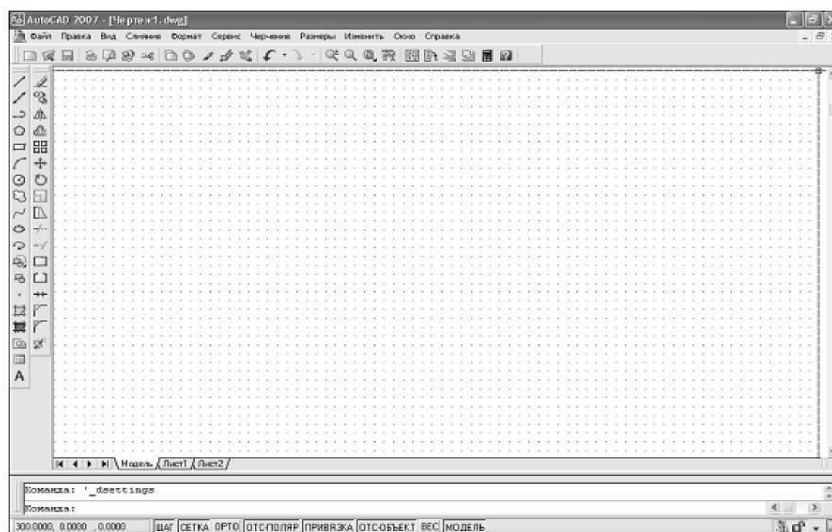

Рис.8 Сетка размером 4900 г 2850 мм с шагом 50 мм
4. Щелкните на кнопке ОК для закрытия окна Режимы рисования (Drafting Settings). После настройки шага сетки равным 50 мм она приобретет вид, показанный на рис. рис.8